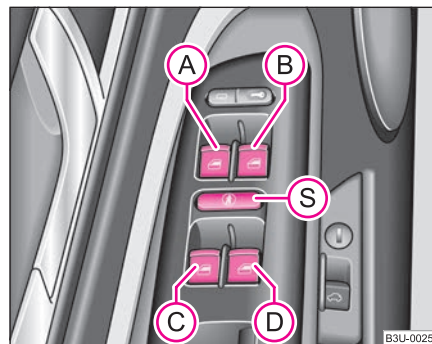

Fig. 30 Apoyabrazos en la puerta del conductor Elementos de mando
Las teclas para las diferentes ventanillas se encuentran en el apoyabrazos de la puerta del conductor ⇒ página 52, fig. 30, puerta del acompañante y en las puertas traseras* ⇒ página 54.
Vd. puede poner fuera de servicio de las teclas en las puertas posteriores pulsando el interruptor de seguridad **(S)** ⇒ página 52, fig. 30. Se ponen de nuevo en funcionamiento las teclas en las puertas traseras pulsando repetidamente el conmutador de seguridad **(S)**.
- Si se transporta niños en los asientos traseros, se recomienda poner fuera de funcionamiento los elevallunas eléctricos de las puertas traseras (conmutador de seguridad) **(S)** ⇒ página 52, fig. 30.